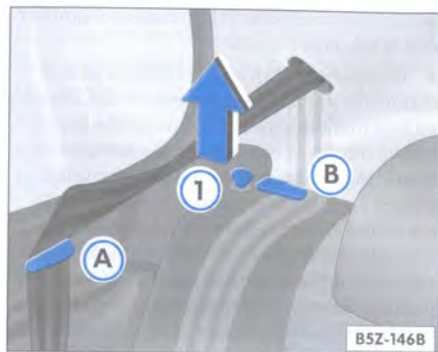

Fig. 68 Acoplamiento del cinturón para el abatimiento del asiento y perno de desbloqueo del respaldo
- Posicione la cinta de los cinturones de seguridad en sus respectivos alojamientos ⇒ fig. 68 A para versiones 2 puertas y B para versiones 4 puertas.
– Levante los seguros ⇒ fig. 68 1 en ambos lados y, al mismo tiempo, destrabe y incline parcialmente o totalmente el respaldo del asiento sobre el asiento, para acceder al maletero.
– Remueva las cintas del cinturón de seguridad de los posicionadores ⇒ fig. 68 A y B. Para los vehículos con cinturones de tres puntos fijos, recolóque las lengüetas en los respectivos cerrojos.